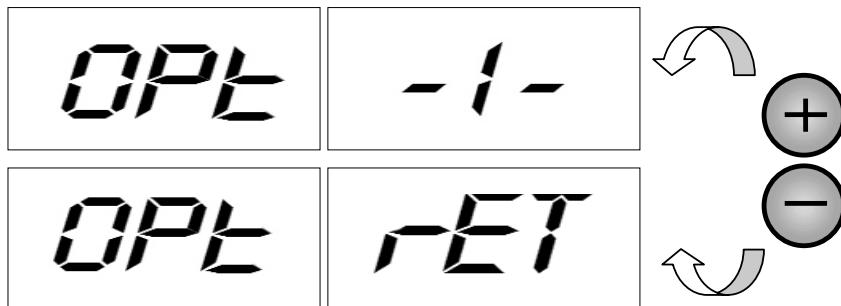

Figura F5.1 Ingreso al programa de la función de optimización
- 1) Presione el botón [F+P4]  para mostrar la opción que se muestra en la Figura F5.1. Presione el botón [P4]  o[P5]  para seleccionar la opción oPt-1- para continuar, o seleccione la opción oPt rEt para salir del programa. Presione el botón [F+P4]  para confirmar la función seleccionada;